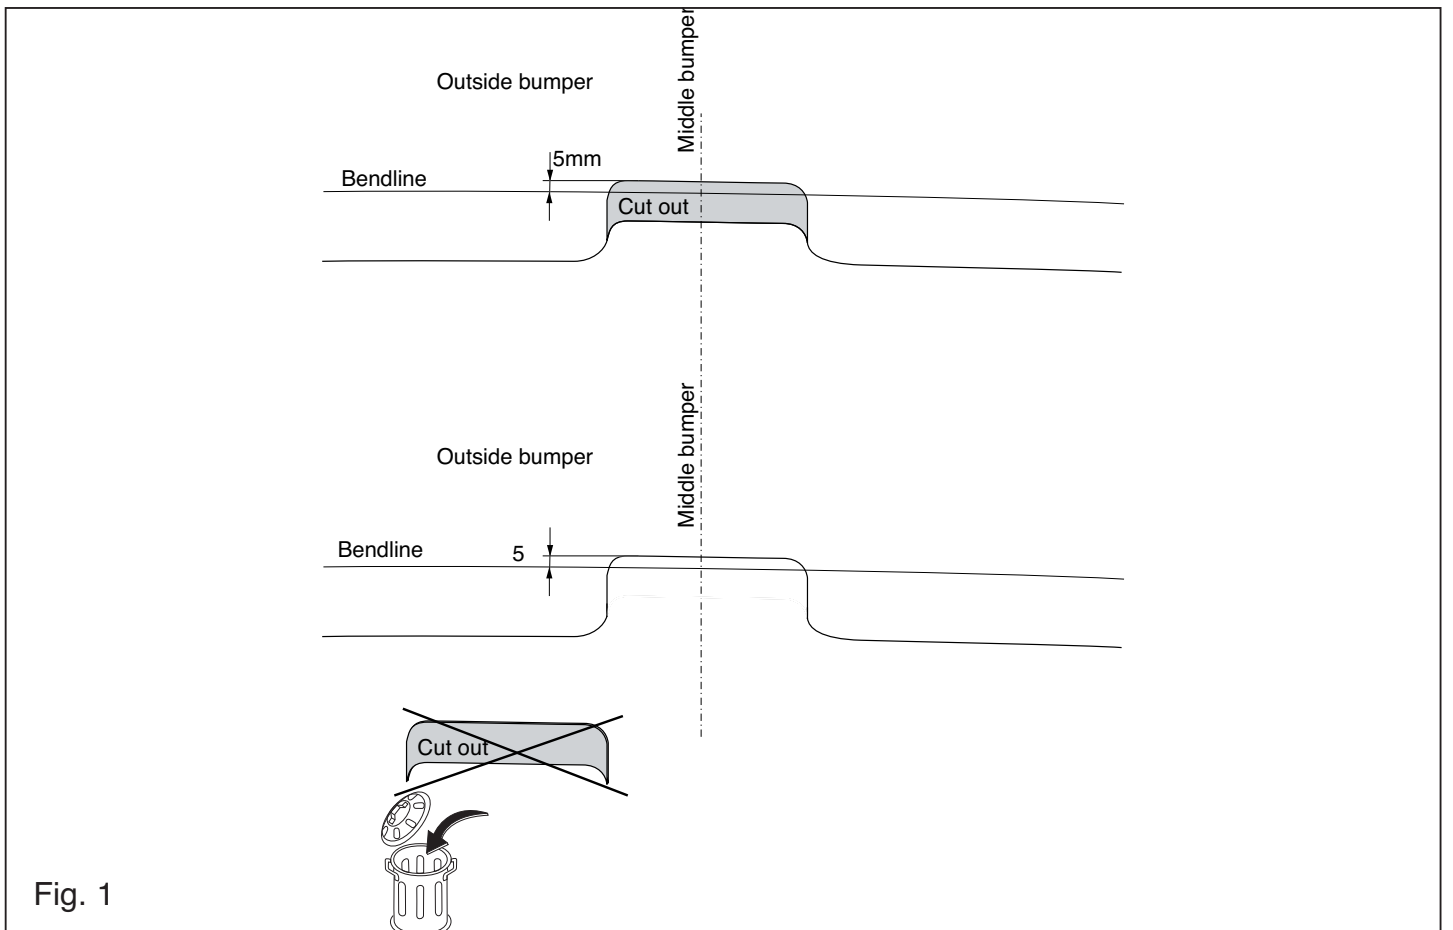

Fig. 1
2. For 2011 > vehicles, the following applies: Saw a section out of the middle of the underside of the bumper as shown in fig 1.
2. **Für 2011-> Fahrzeuge gilt:** Auf der Unterseite der Stoßstange einen Teil aus der Mitte gemäß Abbildung 1 herausschneiden.
2. **Pour les modèles à 2011->:** Scier au centre de la partie inférieure du pare-chocs une partie correspondant à la figure 1.